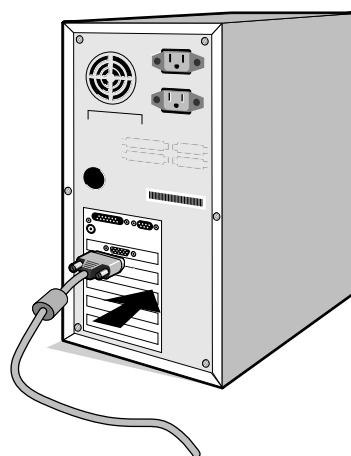

Figura A.1
3. **Para PC:** conecte el mini D-SUB de 15 clavijas del cable de señal adecuado al conector de la tarjeta de visualización de su sistema (**figura A.1**). Apriete todos los tornillos.